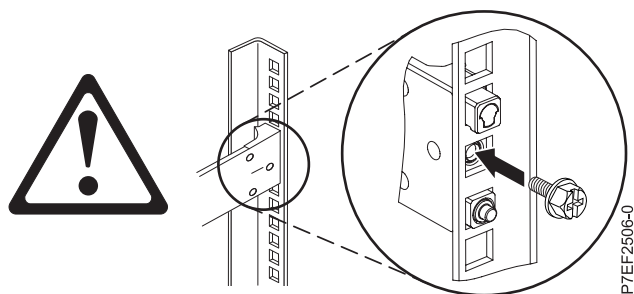

Figure 21. Réinstallation de la vis
4. Réinstallez la vis qui a été retirée à l'étape 2, à la page 21, comme illustré dans la figure 21, à la page 23.